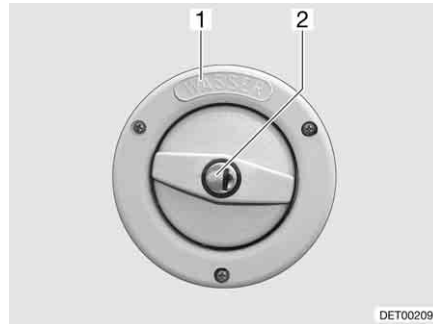

Fig. 101 Coperchio per bocchettone di riempimento dell'acqua potabile
Il bocchettone di riempimento dell'acqua potabile è contraddistinto dalla scritta "WASSER" (acqua) (Fig. 101,1). Il coperchio viene aperto o chiuso con la chiave per le serrature degli sportelli esterni.
- Inserire la chiave nel cilindro della serratura (Fig. 101,2) e ruotare in senso antiorario di un quarto di giro.